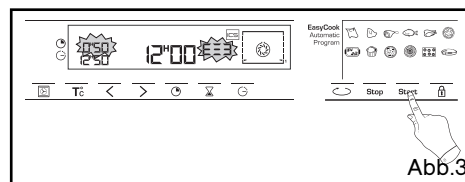

Abb.3
- Über die Taste **Start** den Garvorgang einleiten (Abb.3).